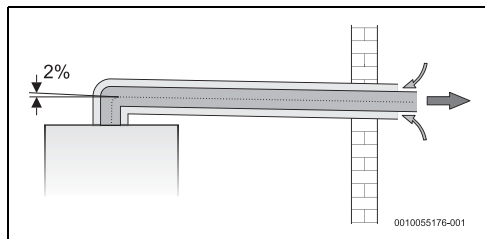

Fig. 21 Installation du type C13
- avoir une pente négative (fig. 21)